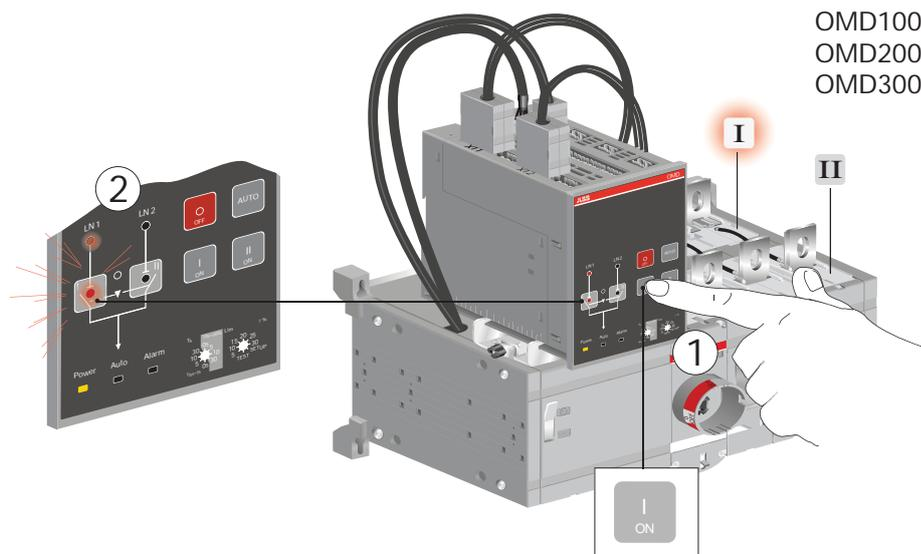
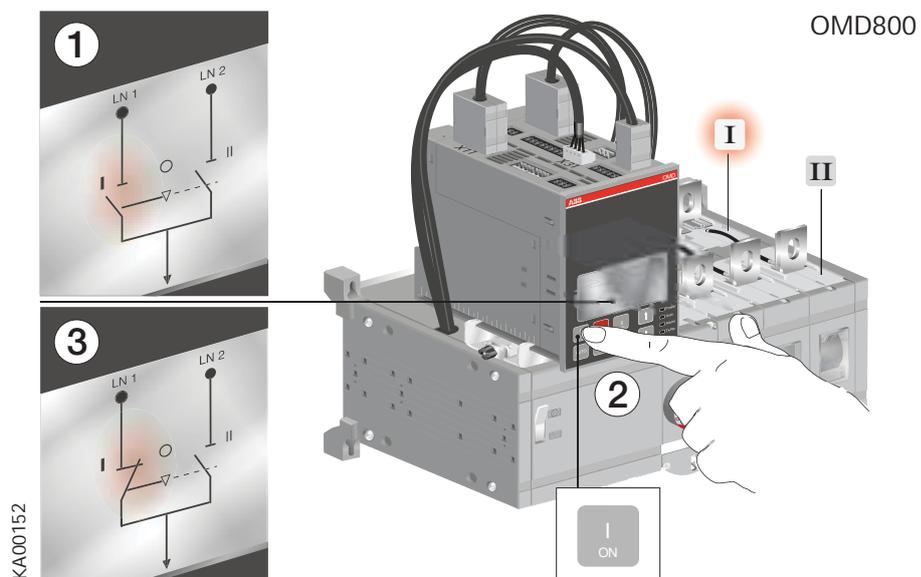

Рис. 7.4. Блок OMD100, OMD200 или OMD300: управление выключателями, светодиодная индикация состояния выключателя и выбранной линии
Рис. 7.5. Блок OMD800: управление выключателями, индикация состояния выключателя и выбранной линии на дисплее
- b. После нажатия кнопки I (см. рис. 7.4/① или рис. 7.5/②) выключатель I (нижний) переходит в положение ВКЛ. (индикацию состояния и линии см. на рис. 7.4/② или рис. 7.5/③), а выключатель II (верхний) переходит в положение ВЫКЛ. Если выключатель I уже находится в положении ВКЛ., при нажатии кнопки I не происходит никаких действий.